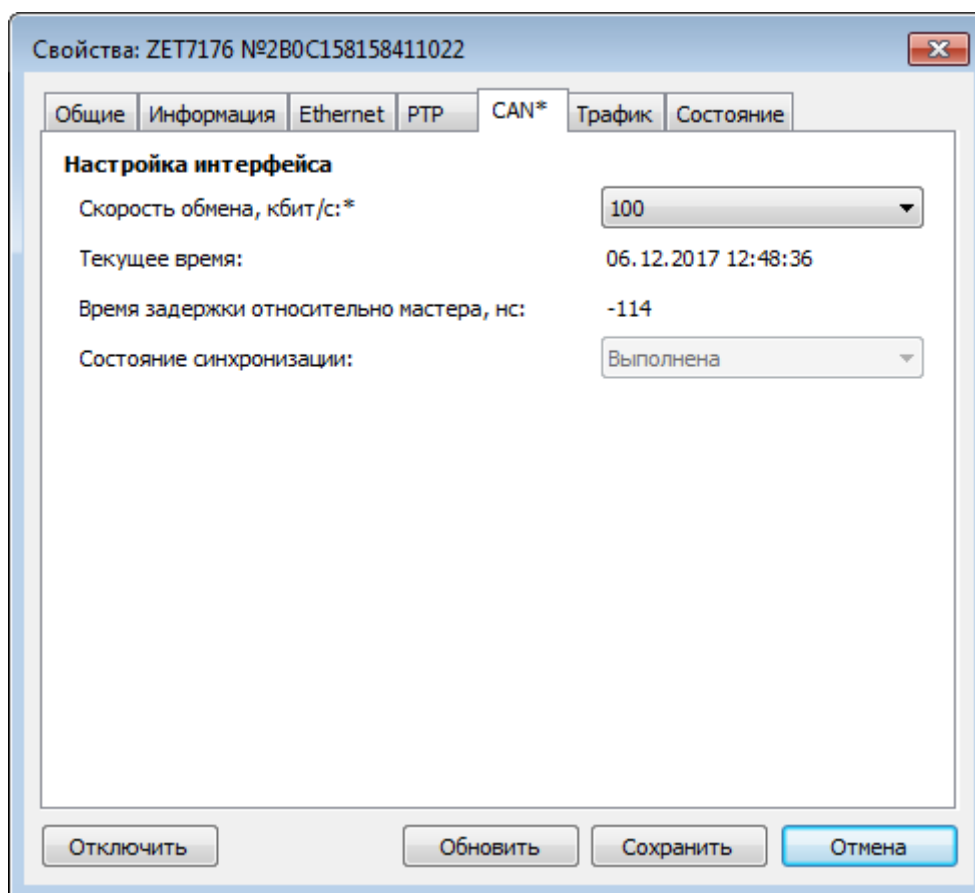

Рис. 2.8 Вкладка «CAN»
- во вкладке «CAN» в поле «Скорость обмена, кбит/с» следует выбрать значение скорости обмена в соответствии с установленными требованиями (Рис. 2.8).